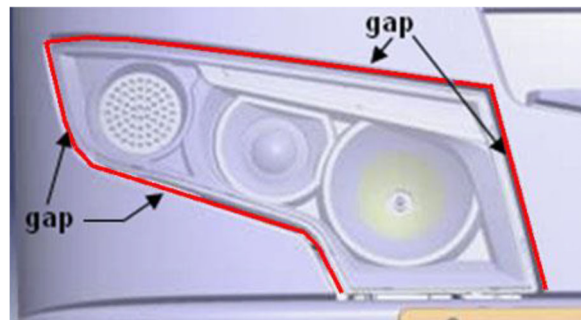

FIGURE 17
5. L'écart indiqué en rouge sur FIGURE 17 devrait être de  $5 \pm 2$  mm.